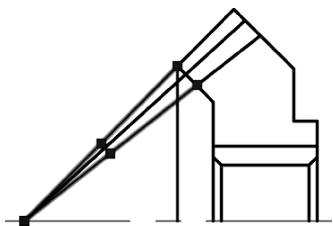
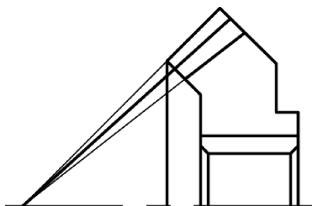
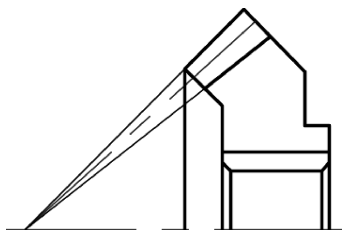

图14-48 打断角度线
图14-49 修改图层（一）
图14-50 修改图层（二）
(10) 打断直线。单击“默认”选项卡“修改”面板中的“打断于点”按钮, 将如图14-48所示的角度线打断, 将打断之后的直线设置为“细实线”层。结果如图14-49所示。将剩余的角度线图层设置为“中心线”层, 结果如图14-50所示。